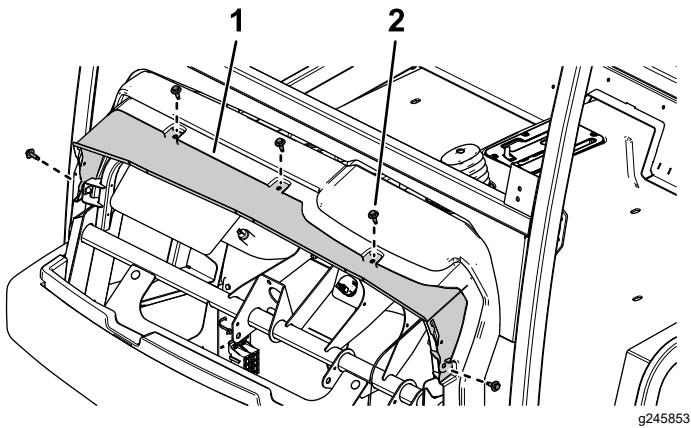

図 40
2. 機体のダッシュとサブフレームとの間に樋をセットし、先ほど外した六角ワッシャヘッドボルト5本で固定する図 40。